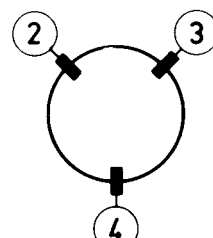

Fig. 5d
Die dynamische Konvergenz wird erzielt, indem man die Ablenkeinheit in vertikale und in horizontale Richtung kippt. Um die richtige Stellung der Ablenkeinheit zu fixieren, hat man drei Gummikeile zwischen dem Glas des Bildröhren-Konus und der Ablenkeinheit angebracht (siehe Abb.5d oder 6d). Diese Keile sind in zwei Dicken lieferbar: ein Keil mit einer Dicke von 7 mm ist unter Codenummer 4822 462 40356 und einer mit einer Dicke von 11 mm ist unter Codenummer 4822 462 40357 lieferbar.
6. Keil ① entfernen, so dass die Situation gemäss Abb.5d oder 6d entsteht.